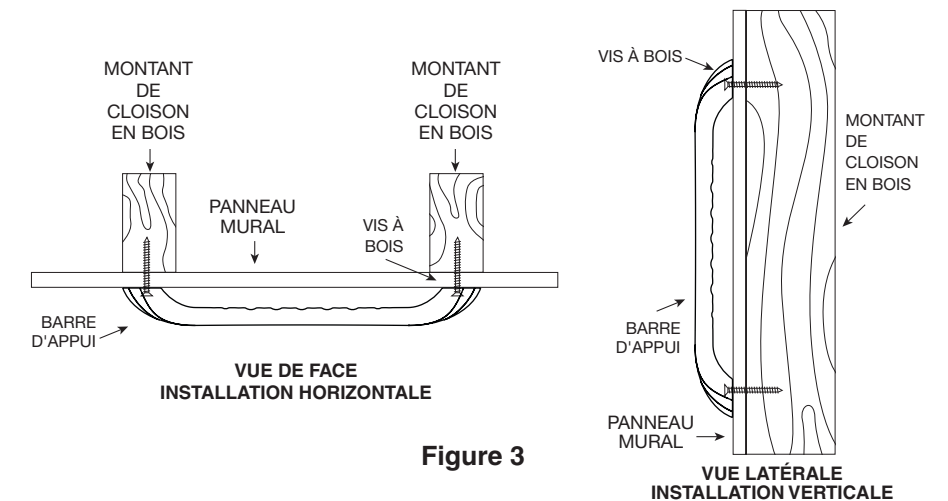

Figure 3
12. Insérer le tirefond et la rondelle en nylon fournis à l'extrémité de la barre d'appui. Visser dans le mur et le montant de cloison (voir Figure 3).